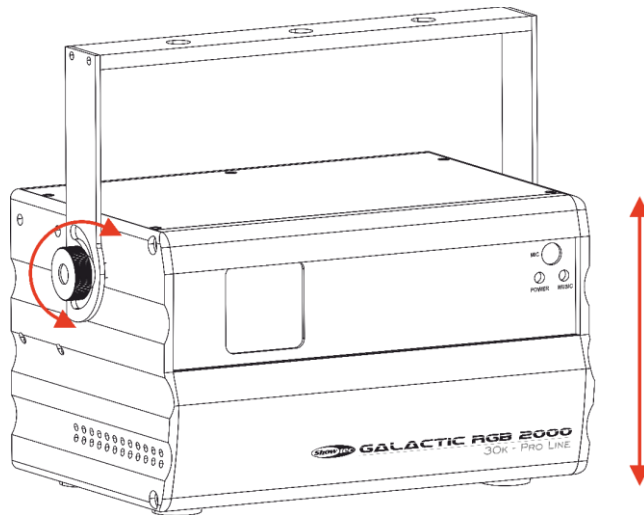

Fig. 10
- 01) Ruotare le **viti di regolazione (04)** in senso antiorario per sbloccarle.
- 02) Inclinare il dispositivo fino all'angolazione desiderata (cfr. Fig. 10).
- 03) Ruotare le **viti di regolazione (04)** in senso orario per bloccarle. Accertarsi che il dispositivo non possa muoversi liberamente dopo che le **viti di regolazione (04)** sono state serrate.